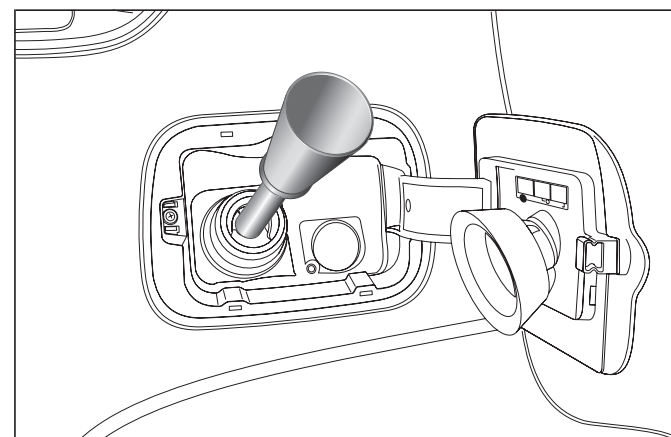

fig. 85
- inserire l'adattatore B nel bocchettone, come indicato in fig. 85 e procedere al rifornimento;